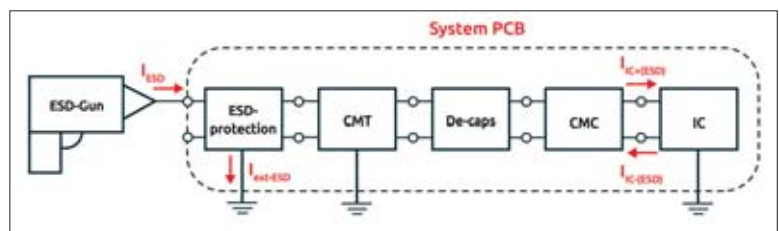
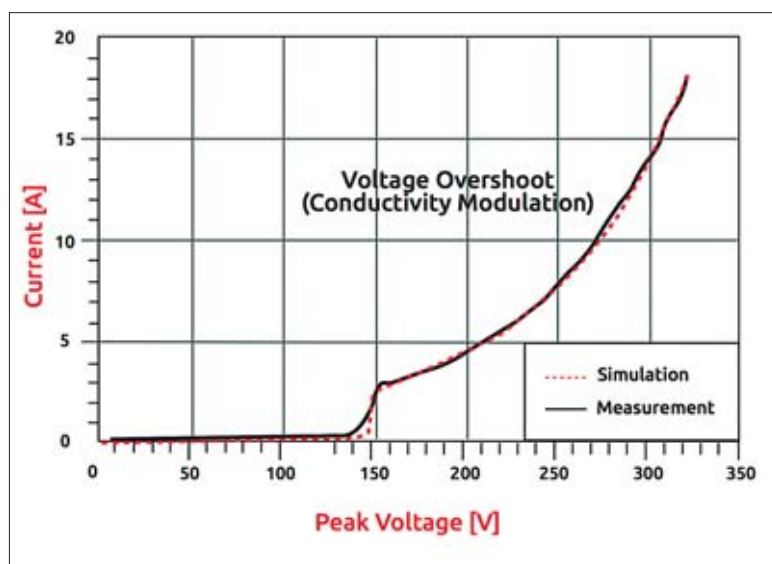
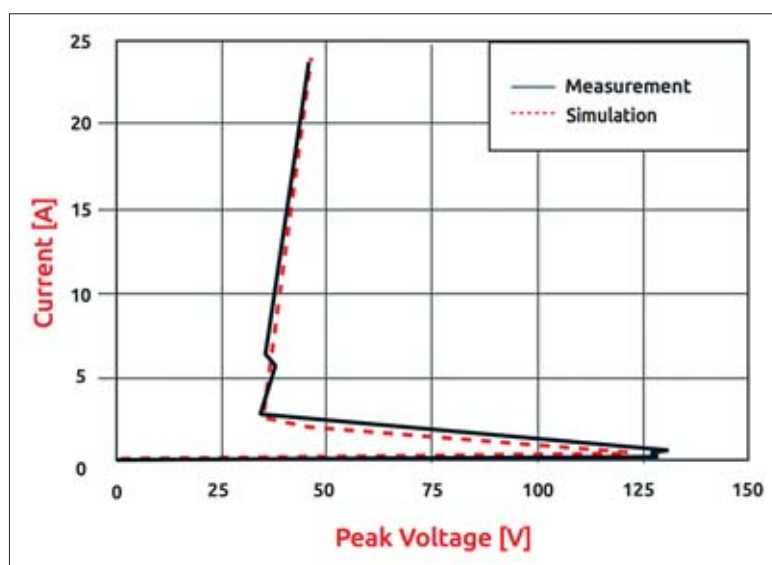

Bild 2: Ersatzschaltbild des SEED-Modells der Referenzschaltung für den ESD-Discharge-Current-Measurement-Test.
Bild 4: Simuliertes und gemessenes Verhalten (Spitzenspannung und Strom) des ESD-Schutzbauteils.
Bild 5: Messdaten aus dem Referenz-Board und SEED-Simulationsergebnisse im Vergleich.
Bild 2 zeigt das Ersatzschaltbild des SEED-Modells der Referenzschaltung für den ESD-Discharge-Current-Measurement-Test. Es umfasst ein externes ESD-Schutzbauteil, die Bauteile zur Gleichtakt-Terminierung (CMT), ein Entkopplungsnetzwerk, eine Gleichtaktdrossel und ein 100BASE-T1-PHY (IC). Bild 6 zeigt das ausgeführte Test-Board.
2-kV-ESD-Pulses sowohl im Bereich des ersten als auch des zweiten Peaks. Mit diesem Ergebniss können Entwickler nun jedes einzelne Element des SEED-Modells – Entkopplungs- und Terminierungs-Netzwerk, CMC und ESD-Schutzbauteile – auf das elektrische Verhalten individuell evaluieren. Bild 4 zeigt dies am Beispiel des ESD-Schutzbauteils. Hier sind das gemessene und das simulierte Verhalten der Spitzenspannung und des Stroms des externen, Silizium-basierten ESD-Schutzbauteils bei TLP-Pulsen (Transmission Line Pulse) mit einer Anstiegszeit von 1 ns simuliert. Danach wurde das vollständige Modell (Bild 2) anhand von Messdaten validiert, die ein Referenz-Board mittels TLP mit und ohne externes ESD-Schutzbauteil erfasst. Das TLP-Diagramm des Referenz-Boards mit externem ESD-Schutz (Bild 5) zeigt die Mess- und SEED-Simulationsergebnisse im Vergleich. Es ist eine Übereinstimmung zu sehen, die beweist, dass das zugrundeliegende SEED-Modell nicht nur zur qualitativen, sondern auch zur quantitativen Vorhersage der Robustheit auf Systemebene geeignet ist.